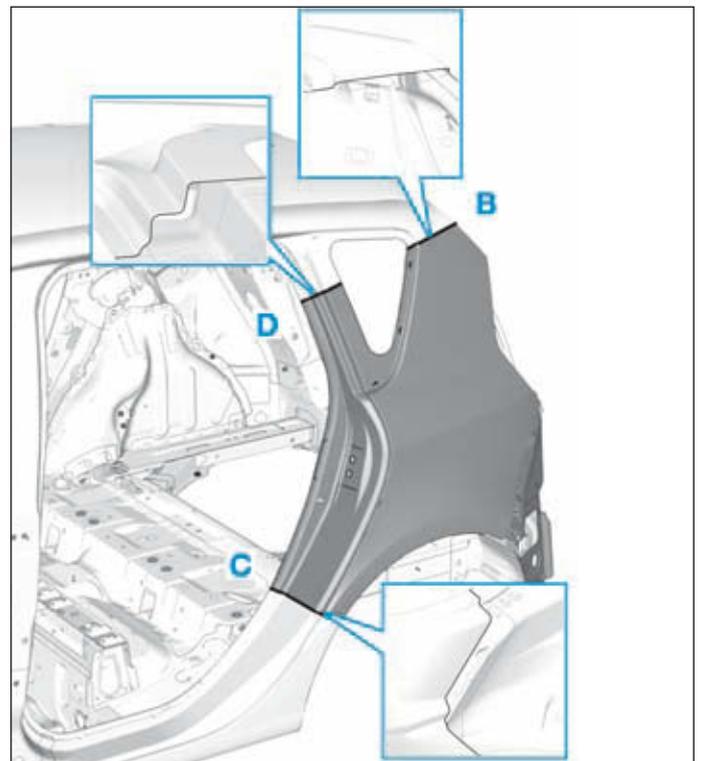

FIG.131
- Respecter les lignes de coupe (B), (C) et (D) (Fig.131).